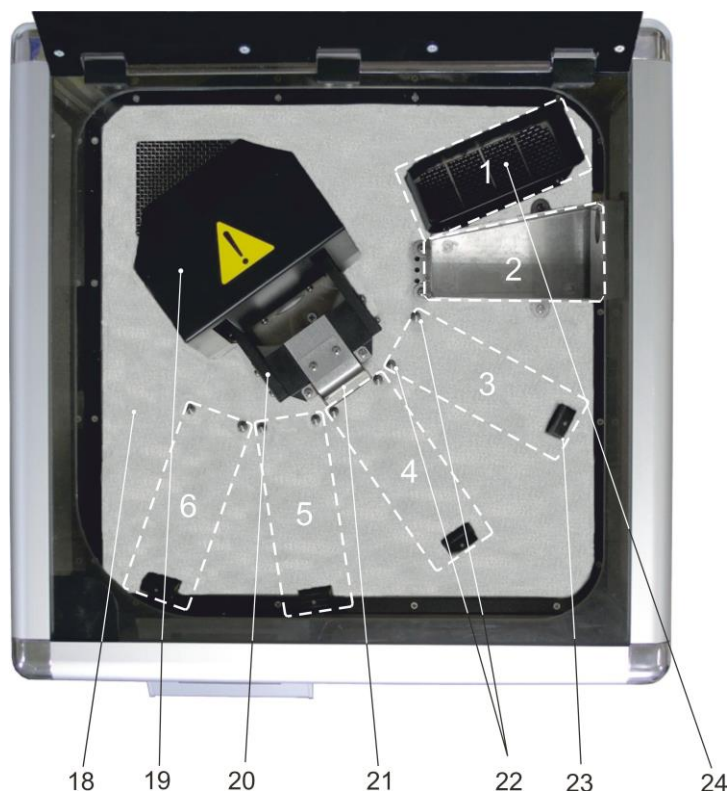

Рисунок 3. Рабочая камера автомата (вид сверху). Белыми пунктирными линиями и белыми цифрами обозначены рабочие зоны станций № 1-6.
В рабочей камере автомата (рисунок 3) имеется стол из нержавеющей стали (18) и манипулятор (19,20,21) для перемещения штативов.